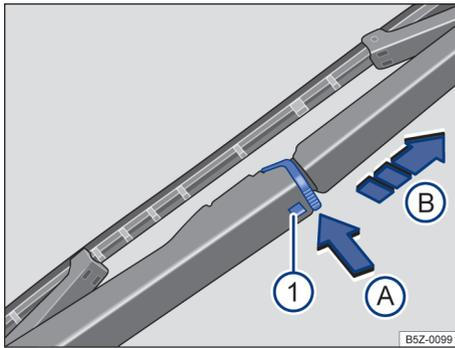

Fig. 130 Substituir a palheta do limpador do vidro traseiro.
- Manter o botão de destravamento → Fig. 130 ⓘ pressionado.
- Pressionar a trava da palheta do limpador do vidro traseiro → Fig. 130, no sentido da seta ⓘ.
- Puxar a palheta do limpador do vidro traseiro → Fig. 130, no sentido da seta ⓘ.
- Introduzir a nova palheta do limpador do vidro traseiro **de mesmo tamanho e modelo** no braço do limpador do vidro traseiro no sentido contrário da seta → Fig. 130 ⓘ até que ela se trave.